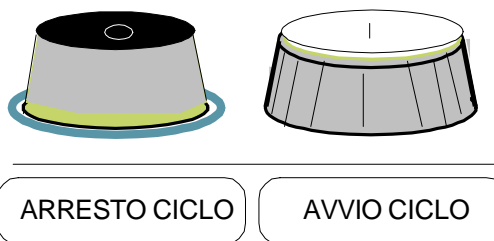

fig. 2
3.1.1. pulsanti	<p>Le pulsantiere di comando devono:</p> <ul style="list-style-type: none"><li>• avere colorazione e simbologia adeguata, in allegato 1 si riportano alcuni esempi;</li><li>• avere targhette identificatrici con le scritte in lingua italiana;</li><li>• essere provvisti di dispositivi atti ad evitare l'avviamento accidentale (incassati, protetti con schermo, altro), fig. 2.</li></ul>